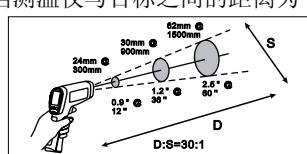

图 5. 距离与光点尺寸
随着与被测目标距离 (D) 的增大，仪器所测 (100°C 测量时) 区域的光点尺寸 (S) 变大。光点尺寸表示 90% 圆内能量。当测温仪与目标之间的距离为 900mm (36")，产生 30mm (1.2") 的光点尺寸时，即可取得最大 D:S。见图 5。